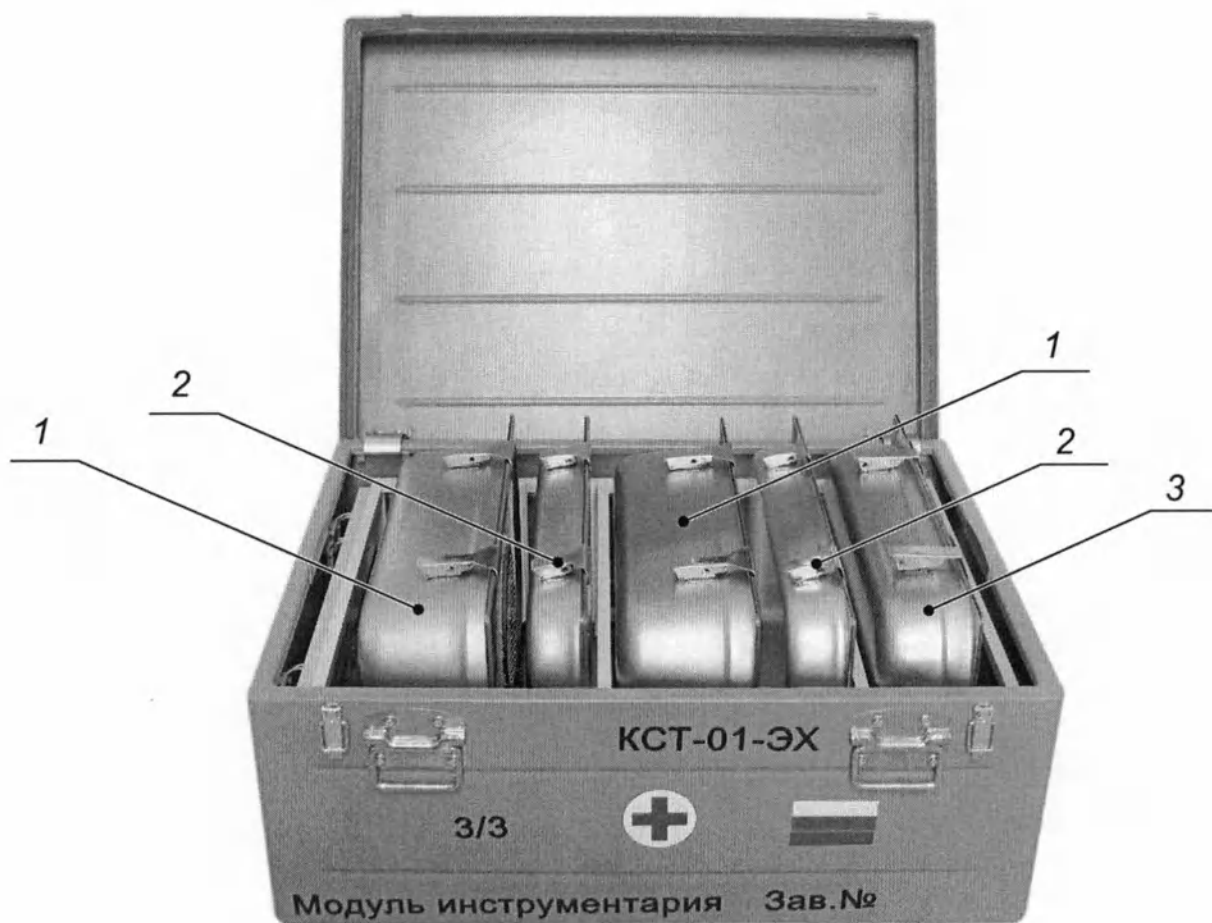

Рис. 4. Состав модуля инструментария и расходных материалов
3.5. СОСТАВ МОДУЛЯ ИНСТРУМЕНТАРИЯ И РАСХОДНЫХ МАТЕРИАЛОВ (Рис. 4):